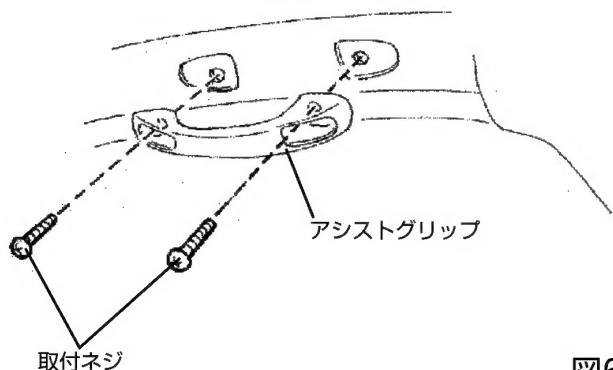

図6
- 1) 図6のように、セカンドシート用（サードシートのある車はサードシート用）左右のアシストグリップを外す。